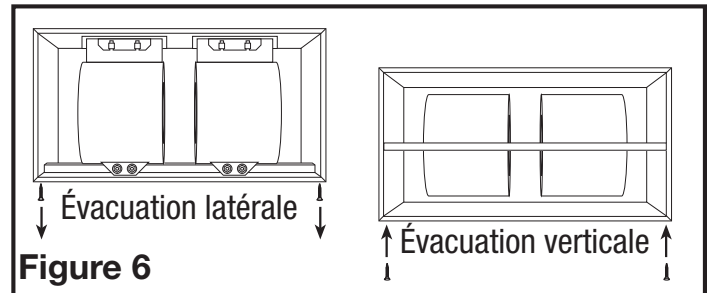

Figure 6
- Pour convertir l'unité au refoulement vertical, retirez les 9 vis qui maintiennent le panneau d'accès latéral en place. Tournez l'appareil de 90° et réinstallez le panneau. Assurez-vous que le trou de vis de la grille dans le panneau soit tourné vers le haut (Figure 6).